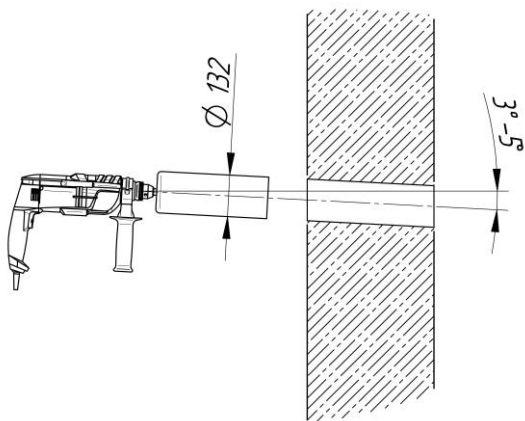

Рис. 19
2. Просверлите отверстие коронкой Ф132, обеспечив уклон канала 3-5 градуса в сторону улицы для стока конденсата, см. Рис. 19.